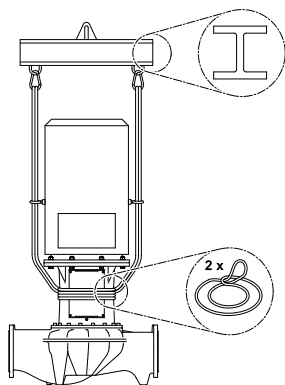

Fig. 32: Pritrditev tovornih zank (izvedba IL)
- Za dvigovanje z žerjavom črpalko ovijte s primernimi jermeni, kot je prikazano na (Fig. 32/33). Črpalko položite v zanki, ki se zaradi lastne teže črpalke zategneta.